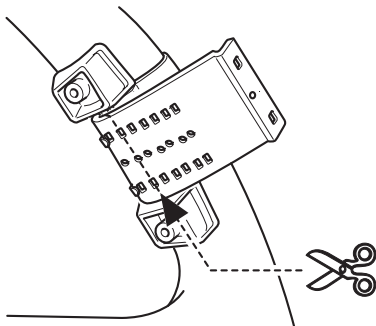

Fig. 8
2. Corte la porción extra de la correa en el centro del sujetador interior. (Fig. 8)